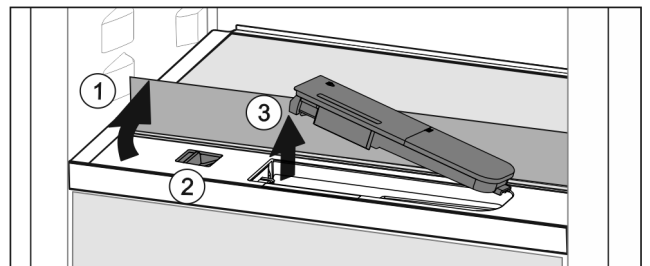

Fig. 150
- Підняти скляну панель і відкинути до упору назад Fig. 150 (1).
- Посуньте повзунок Fig. 150 (2) уліво.
- Вийняти бак для води Fig. 150 (3).